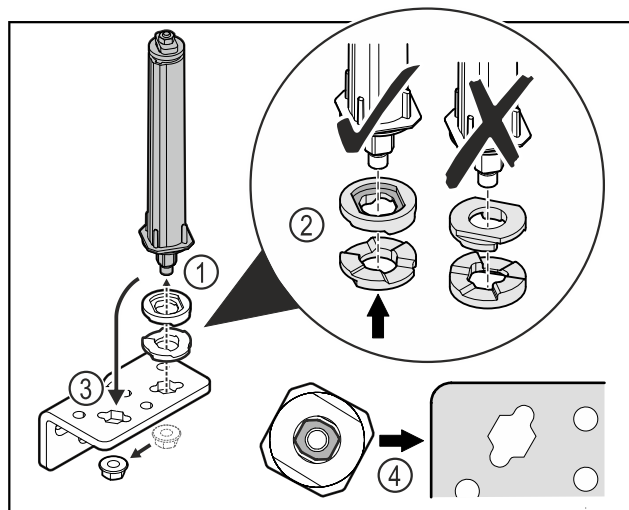

Fig. 37
- ▶ Uvoľnite maticu a odstráňte systém zatvárania dverí Fig. 37 (1).
- ▶ Dbajte na správne vyrovnanie podložiek na výškové prestavenie Fig. 37 (2).
- ▶ Premiestnite systém zatvárania dverí v uholníku závesu a zafixujte ho maticou Fig. 37 (3).
- ▶ Dbajte pri nasadzovaní na správne vyrovnanie systému zatvárania dverí Fig. 37 (4).